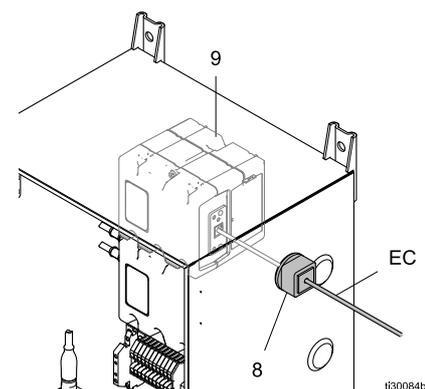

Figure 10 CGM, EC und Kabelfitting
4. Kabeldurchführung öffnen und Feldbus-Kabel (EC) (Abb. 10) innen einsetzen. Dabei darauf achten, dass genügend Länge für die Verlegung im Gehäuse und für den Anschluss am CGM (9) vorhanden ist.